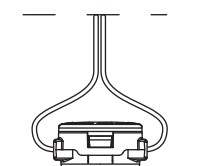

Fig. 18
L'accessoire de coupe Bump Head^{MC} vous permet de donner du fil sans arrêter le moteur. Pour avoir plus de fil, tapez doucement l'accessoire de coupe sur le sol (Fig. 18) tout en faisant marcher la désherbeuse à haut régime.
- Prévoyez 3,2 m (10,5 pieds) de ligne de coupe. Poussez un bout de la ligne dans des œillets jusqu'à ce qu'elle ressorte par l'œillet de l'autre côté. Continuez à pousser ou tirer sur la ligne jusqu'à ce que vous obteniez deux bouts d'environ 1,5 m (5 pieds) de chaque côté de la tête de coupe. (Fig. 18)